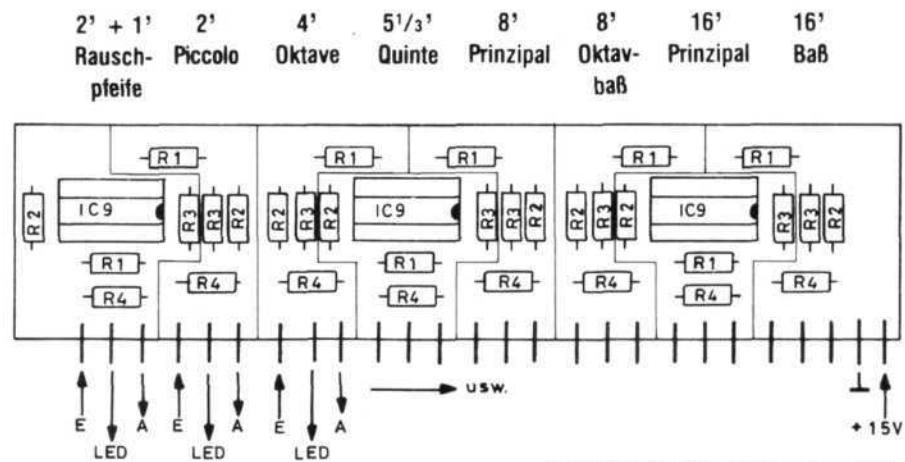

Bild P. 33. Positionsplan KL 83 756
- 1.1. Rote Meßleitung an Drahtbügel + 15 V der Platine KL 83 756 (Bild P. 33.) ..... 15 V ( )